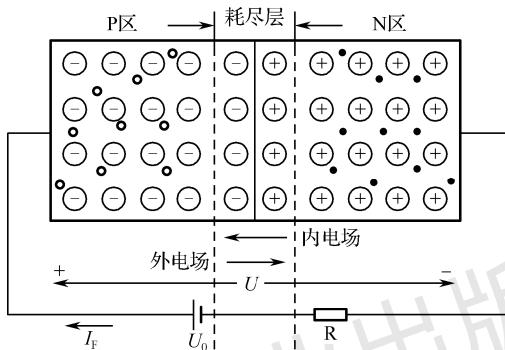

图 1-5 外加正向电压的 PN 结
(1) 外加正向电压。如图 1-5 所示，在 PN 结上外加正向电压  $U_0$ ，即  $U_0$  的正端接 P 区，负端接 N 区，这个方向的外加电压称为正向电压或正向偏置电压，简称正偏。外电场与 PN 结的内电场方向相反，外电场会削弱内电场的作用，所以 PN 结变窄，即阻挡层的厚度变小，这时多子的扩散运动将大于漂移运动。结内的电流便由起支配地位的扩散电流所决定，在外电路上形成一个流入 P 区的电流，称为正向电流  $I_F$ 。当外加正向电压  $U_0$  升高时，PN 结内的电场便进一步减弱，扩散电流随之增大。在正常工作范围内，PN 结上的外加正向电压只要稍有变化，便能引起电流的显著变化。这样，正向的 PN 结表现为一个很小的电阻。